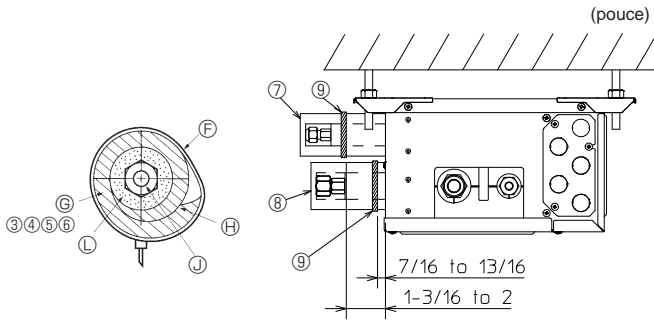
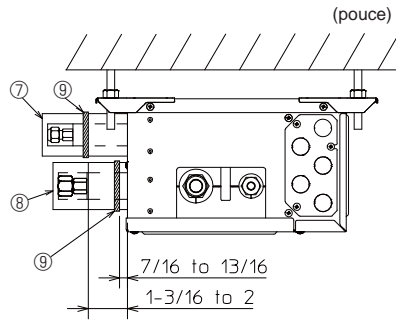

Fig. 7-3
Fig. 7-4
- (1) Retirer les écrous évasés et les capuchons du boîtier de dérivation.
- (2) Evaser les extrémités des tuyaux de liquide et de gaz et appliquer de l'huile réfrigérante (à acheter localement) sur la surface évasée. N'appliquez pas d'huile sur la partie filetée.
- (3) Raccorder immédiatement les tuyaux de réfrigérant. Serrez toujours les écrous évasés jusqu'au couple spécifié dans le tableau 2 à l'aide d'une clé dynamométrique et d'une double clé à molette.
- (4) Appuyer les cache-tuyaux ③ et ⑤ des tuyaux de liquide contre l'appareil et les enrouler pour les maintenir en place. (Fig. 7-3)
- (5) Appuyer les cache-tuyaux ④ et ⑥ des tuyaux de gaz contre l'appareil et les enrouler pour les maintenir en place. (Fig. 7-3)
- (6) Fixer les sangles fournies ⑨ à 7/16-13/16 pouce (10 à 20 mm) de chaque extrémité des cache-tuyaux ③ ④ ⑤ ⑥).
- (7) Si l'unité intérieure n'est pas raccordée, raccordez les cache-tuyaux (avec les bouchons, ⑦ et ⑧) sur les branchements des tuyaux de réfrigérant du boîtier de dérivation contre l'unité afin d'éviter un écoulement de condensation des tuyaux. (Fig. 7-4)
- (8) Fixer les cache-tuyaux ⑦ ⑧) à l'aide des sangles fournies ⑨.
- ⓐ Sangle (F)
- ⓑ Cache-tuyaux (J) (4) (5) (6)
► Appliquer les procédures suivantes aux composants du boîtier de dérivation qui ne sont pas raccordés à un appareil intérieur. (Fig. 7-4)
- (1) Afin d'éviter toute fuite de réfrigérant, veiller à serrer les raccords coniques conformément aux couples de serrage indiqués* dans le Tableau 3.
- (2) Pour éviter la condensation, mettaient en place les cache-tuyaux (J) et (K) contre l'unité et attachez-les à l'aide des sangles (F) fournies.